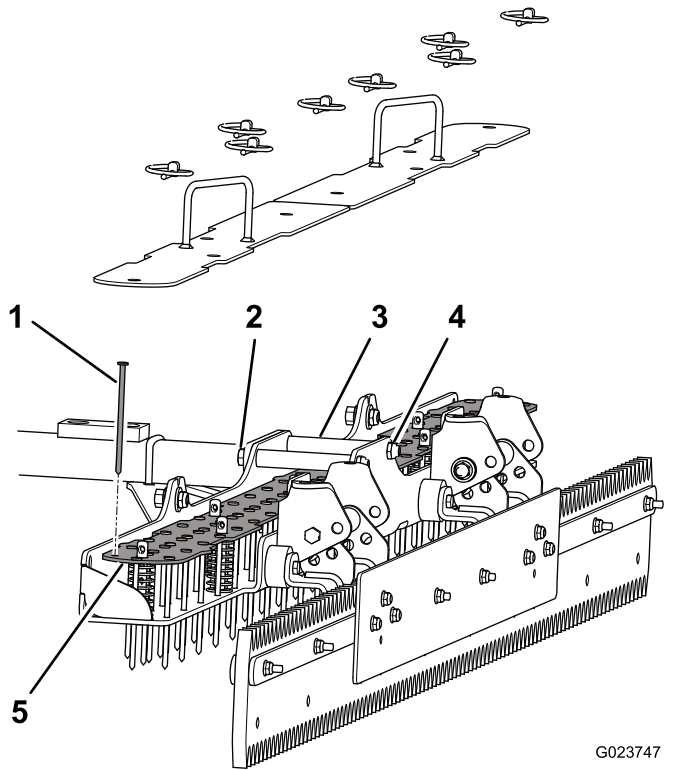

Figura 18
2. Remova os pinos de sujeição dos oito passadores de forquilha que prendem a placa de dentes e as placas superiores à placa inferior (Figura 18).